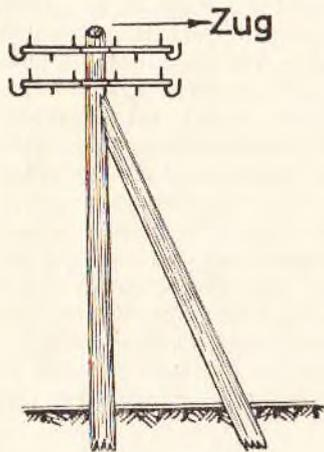

Abb. 3 Strebe
1. zur **Verstärkung einfacher Masten** in Winkelpunkten (Abb. 3) oder bei Masten, die einseitigen Drahtzug aufnehmen müssen, z. B. bei Endmasten der KA (Abb. 9);